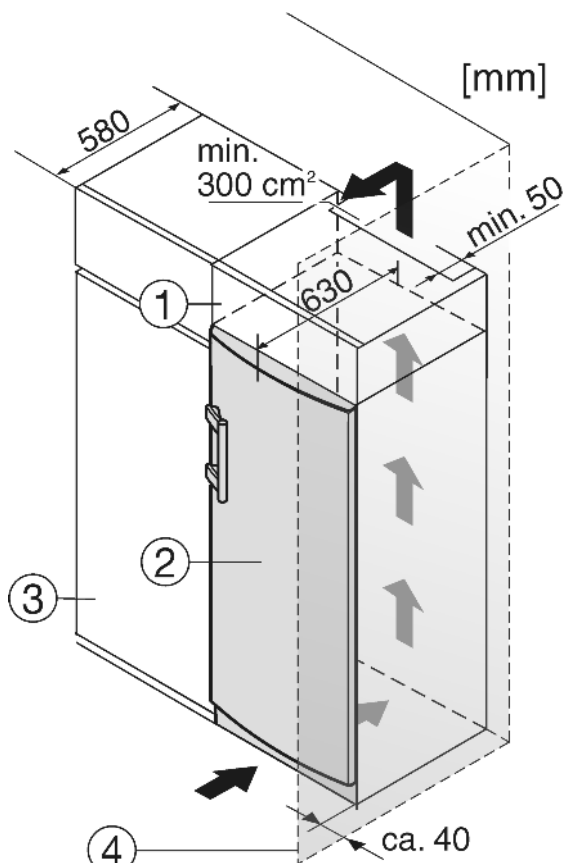

Fig. 8
- (1) Dulap suspendat
- (2) Aparat
- (3) Dulap de bucătărie
- (4) Perete
Aparatul poate fi refăcut cu dulapuri de bucătărie. Pentru a aduce aparatul Fig. 8 (2) la același nivel cu mobilierul de bucătărie, se poate monta deasupra aparatului un dulap suspendat Fig. 8 (1).
În cazul conversiei constructive cu dulapuri de bucătărie (grosime max. 580 mm) aparatul poate fi amplasat imediat lângă dulapul de bucătărie Fig. 8 (3). Ușa aparatului iese în lateral cu 34 mm și în centrul aparatului cu 50 mm față de cu suprafața frontală a dulapului de bucătărie. Aceasta poate fi, astfel, deschisă și închisă fără probleme.
Atunci când aparatul este montat cu balamalele lângă un perete *Fig. 8 (4)*, distanța dintre aparat și perete trebuie să fie de minim 40 mm. Această valoare corespunde proeminenței mânerului cu ușa deschisă.